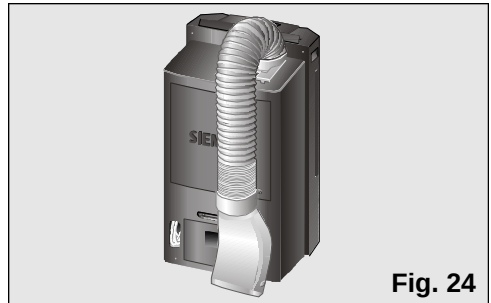

Fig. 24
- ❑ Para isso dobra-se o tubo para a parte traseira do equipamento, prendendo-o na fixação do difusor, **Fig. 24 e 25**.